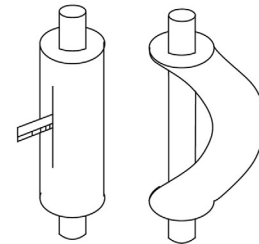

Abb. 15
- 4 Wenn durch direktes Biegen Risse im Schlauch entstehen könnten, schneiden Sie zunächst mit einem Cutter die Isolierschicht auf, siehe Abb. 15. Biegen Sie den Schlauch erst, wenn er freigelegt ist. Wickeln Sie den Schlauch nach dem Biegen mit einer Schicht Isoliermaterial um und sichern Sie ihn mit Klebeband.